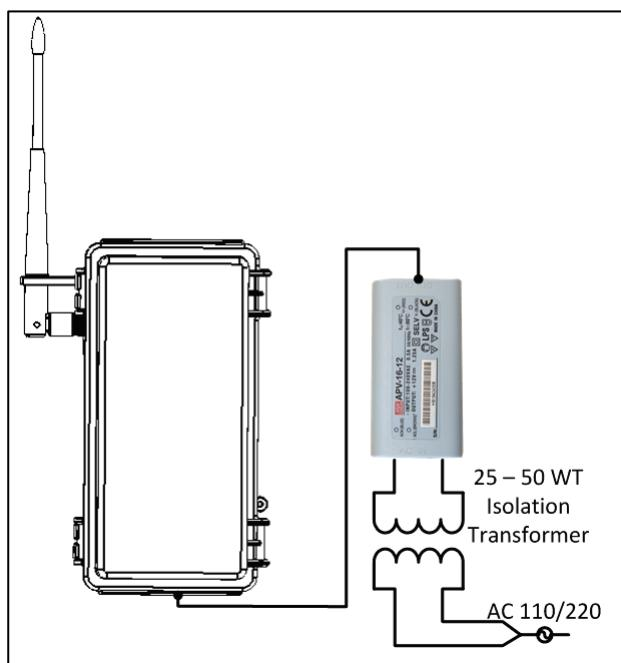

图 15: 隔离变压器安装
- 天线必须安装在比安装平面高至少 2 - 5 米 / 7 - 16 英尺的地方（参考图 15. 具体安装高度取决于场地条件.
- 选项3：将天线直接连接到元件上 (图 15)。